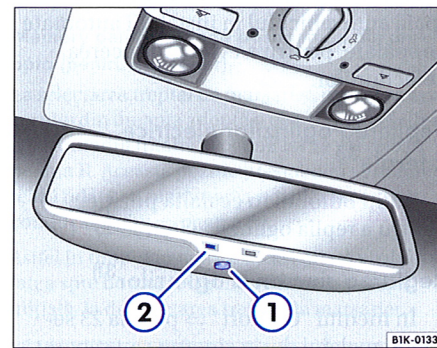

Fig. 54 Oglinda interioară cu reglare automată antiiorbire
Reglarea automată antiiorbire se acționează de la comutatorul din oglinda interioară ⇒ fig. 54 ①. Când reglarea automată antiiorbire este activată, se aprinde lampa de control ⇒ fig. 54 ②. ◀